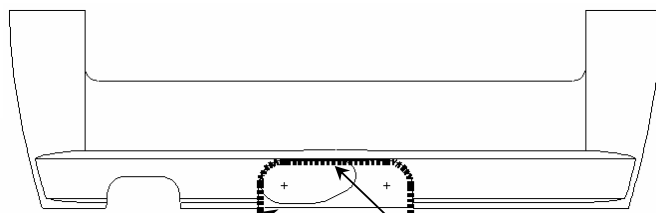

FIGURA 2A
- Modelos 2004 y 2005: Recorte la placa protectora como se muestra en la **Figura 2A**. Recorte la placa interior al mismo perfil que la puerta de acceso. No es necesario recortar la placa protectora exterior.